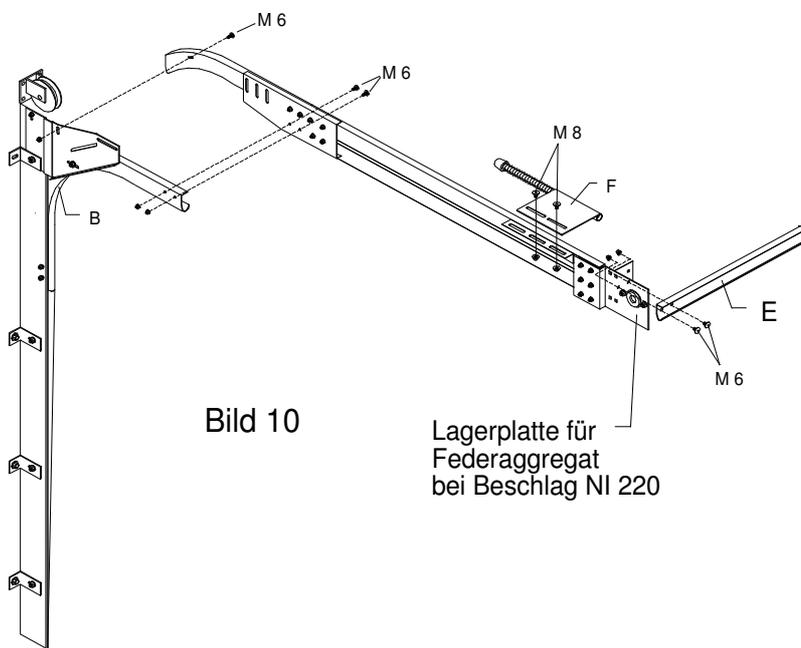

Bild 10
- 4.2.3 Waagrechte Laufschiene montieren und über Teil C mit Teil A und Bogen B laut Bild 10 verschrauben.
- 4.2.4 Nach Montage der beiden Laufschiene diese durch die Distanzschiene E mit Torbandschrauben M 6 verbinden und Federpuffer F montieren (Bild 10).